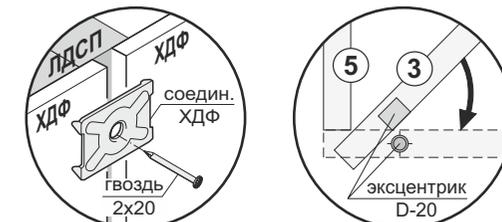

Рис.4
- 2.2 С помощью эксцентриков D-20 скрепить стяжки (3) с боковинами (1) (**верхнюю стяжку (3) сначала завести под заднюю стенку (5) (рис.4)**) (рис.3).